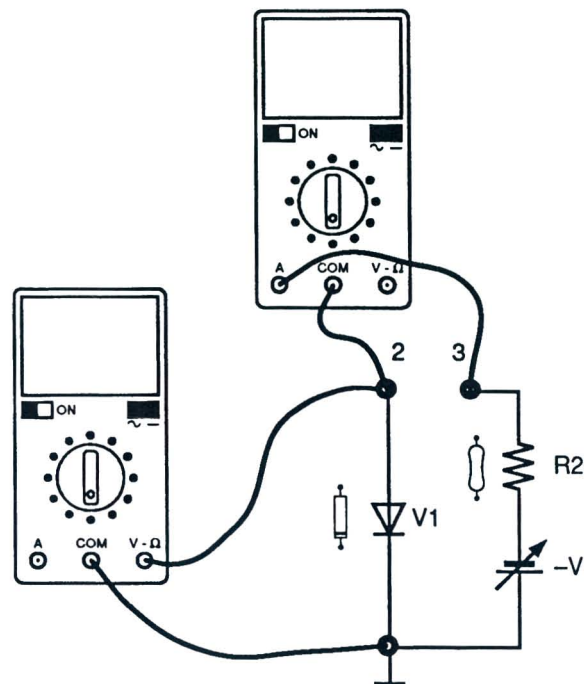

Fig. 1.3
- 12) Cambiar el terminal positivo del miliamperímetro digital en el casquillo 3 y modificar la unidad de medida de la capacidad en microamperios (Fig. 1.3).